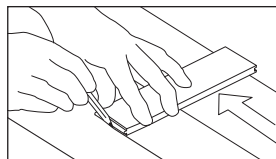

Figure 13
- Si le mur n'est pas droit, chantournez la première planche (Figure 13) au besoin afin de maintenir l'alignement avec la ligne de craie. Posez une planche à sacrifier (dont le bord est droit) en utilisant les fixations appropriées au support. Si une planche est utilisée pour la rangée de départ, assurez-vous que la rainure fait face au mur.
- Alignez la première rangée avec le mur en utilisant des cales afin de maintenir un espace de 13 mm (1/2 po) pour la dilatation et de stabiliser le produit. Si le mur n'est pas droit, chantournez la première planche (figure 13) au besoin afin de maintenir l'alignement avec la ligne de craie.